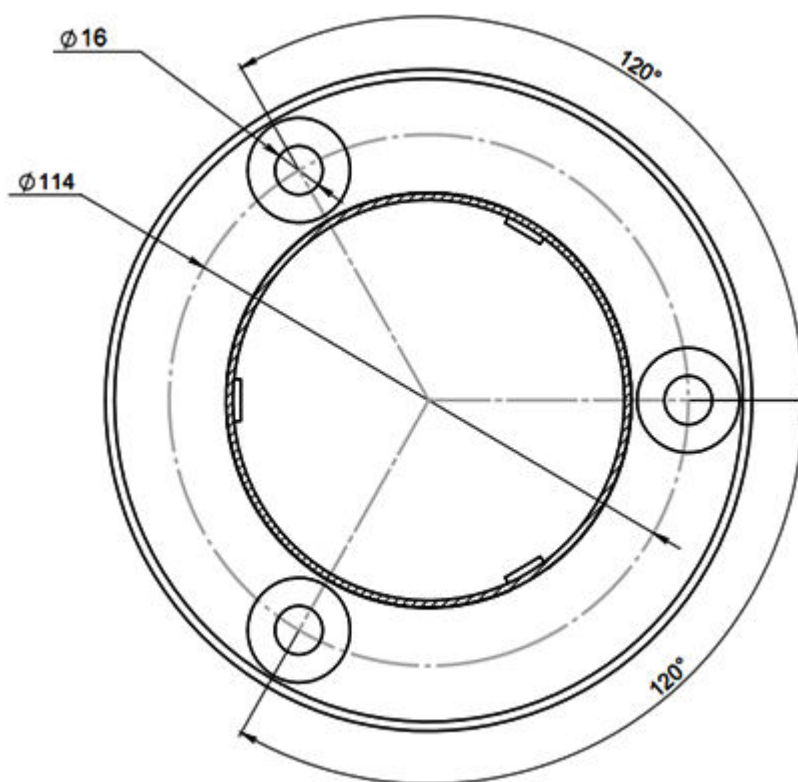

Рисунок 2 – Установочные размеры площадки
4.2.4 Рисунок 2 – выполнить разметку и просверлить 3 отверстия диаметром 16 мм в полу под анкера крепления стойки калитки.